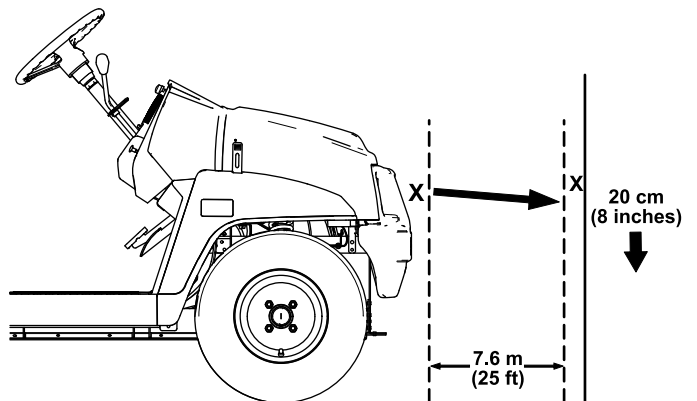

Figura 43
1. Parcați maina pe o suprafață plană, cu farurile la aproximativ 7,6 m de un perete (Figura 43).
Partea cea mai luminoasă a fasciculului farului trebuie să fie la 20 cm sub semnul marcat pe perete. (Figura 43).